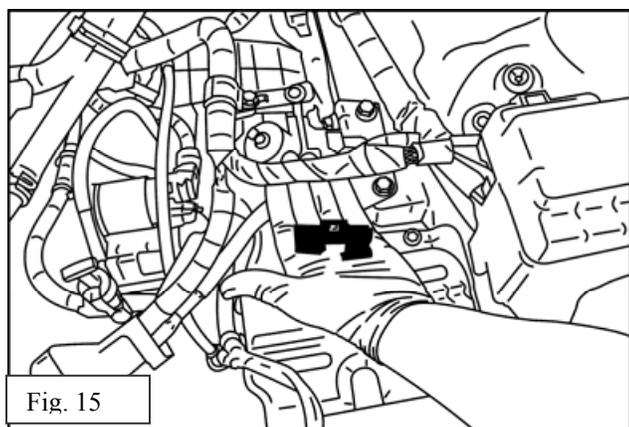

Fig. 15
- (d) Remove wiring loom support plastic. Fig. 15.